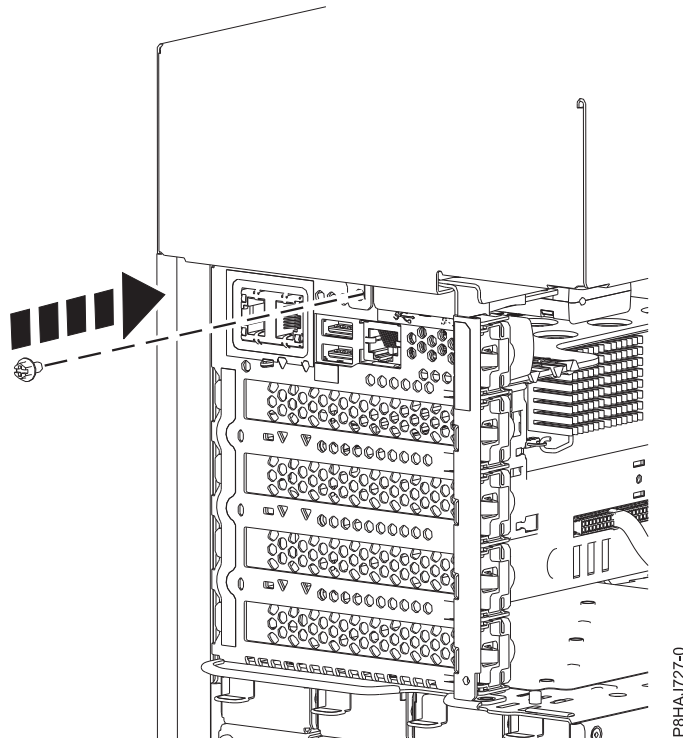

Figura 19. Colocación del tornillo de la cubierta lateral de 8286-41A
5. Ponga el tornillo posterior de la cubierta lateral con un destornillador de estrella, tal como se muestra en la Figura 19 en la página 39.